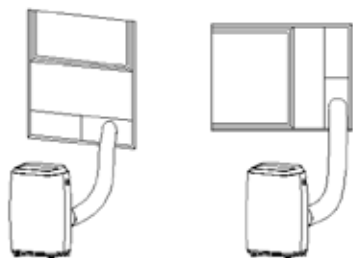

Fig. 5 & 5a
- Som visas i bild 5 och bild 5a, ska avgasslangen installeras och fönstrets position justeras.